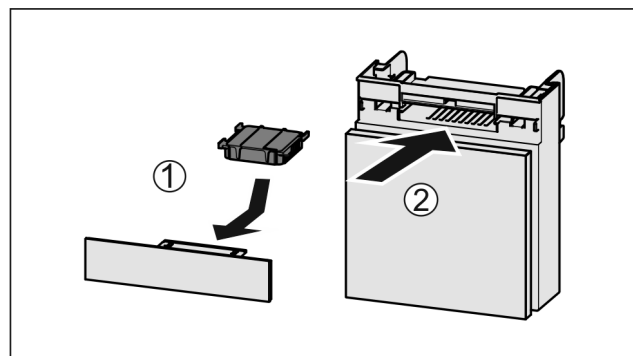

Fig. 81
- Sett inn Fig. 81 (1) aktivkullfilteret etter figuren.
- Skyv inn Fig. 81 (2) hyllen.